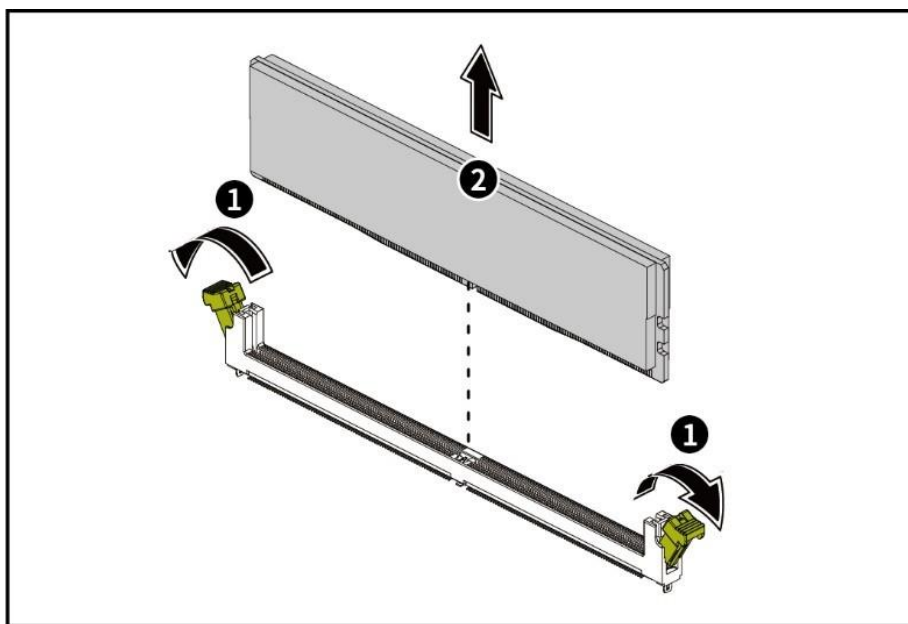

Рисунок 69 – Извлечение модуля памяти
- Нажмите на фиксаторы по краям разъема, чтобы разблокировать модуль памяти (см. рисунок 69).